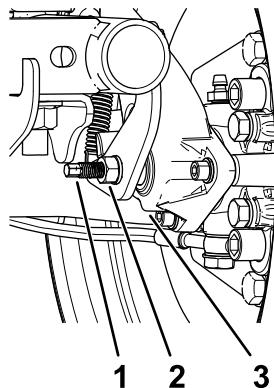

図 49
3. レンチを2本使用し、1本のレンチでキャリパの調整ポストが回らないように保持しながら、もう1本でジャムナットを 1/4 回転ゆるめる 図 49。
4. 調整ポストとジャムナットを保持した状態で、調整ポストを回して締め付ける 図 49。
5. 調整ポストとジャムナットを保持した状態で、1/4 回転だけもどす 図 49。
6. 調整ポストとジャムナットを保持した状態で、ジャムナットを締め付ける 図 49。